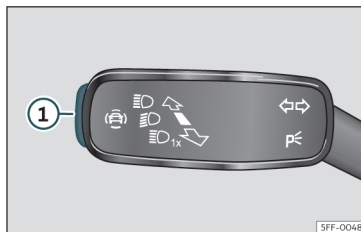

Fig. 57 Sulla leva degli indicatori di direzione e degli abbaglianti: chiave per i sistemi di assistenza alla guida (a seconda delle versioni).
- Premere brevemente il tasto»» fig. 57 ① per aprire il menu **Assistenti**.